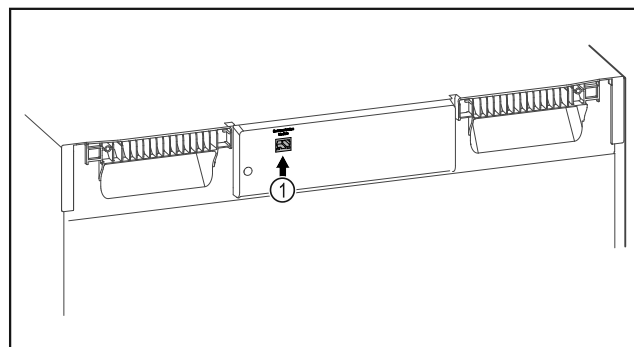

Fig. 86
- ☐ SmartModule Fig. 86 (1) ist eingesetzt.